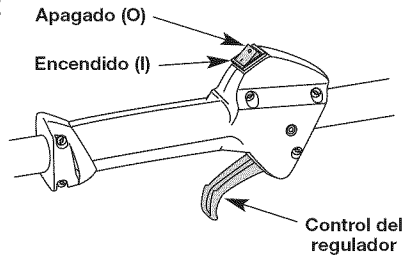

Fig. 5
NOTA: No hay necesidad de girar la unidad. Encendido/de parada el control (Fig. 5) está en la posición de trabajo siempre (I).
2. Coloque el control de encendido y apagado en posición de APAGADO (O) (Fig. 5).
- NOTA:** No hay necesidad de girar la unidad. Encendido/de parada el control (Fig. 5) está en la posición de trabajo siempre (I).